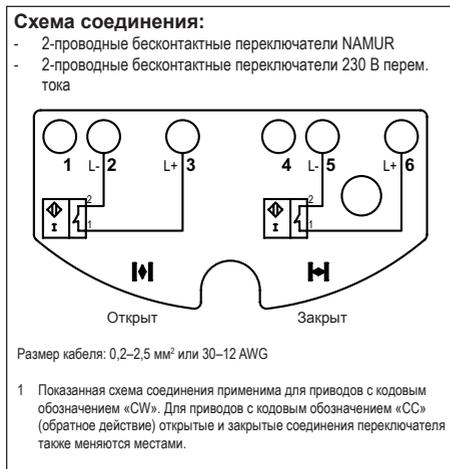

Рис. 4.11 Схема соединения 2-проводных бесконтактных переключателей.
- Установите соединения в соответствии с рис. 4.11 и табл. 4.5 или 4.6.